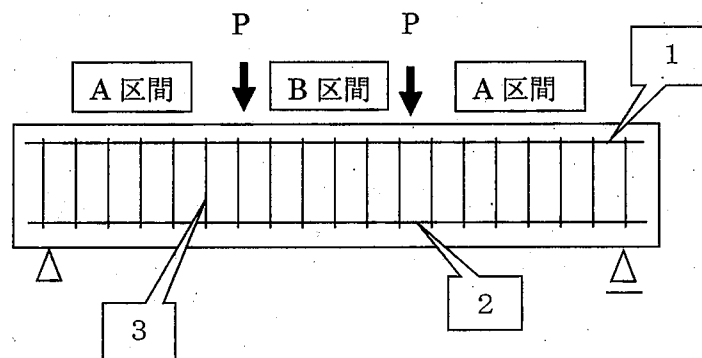

図2
- (1) 図2の鉄筋コンクリート造の梁に配筋されている鉄筋1～3の名称を何というか。
- (2) 図2の鉄筋コンクリート造梁の支点間距離は3 mであり、力 $P=250 \text{ kN}$ が3等分点に作用している。応力中心間距離が500 mm、鉄筋2の周長が125 mmの時、A区間、B区間におけるそれぞれの付着応力度はいくらか。